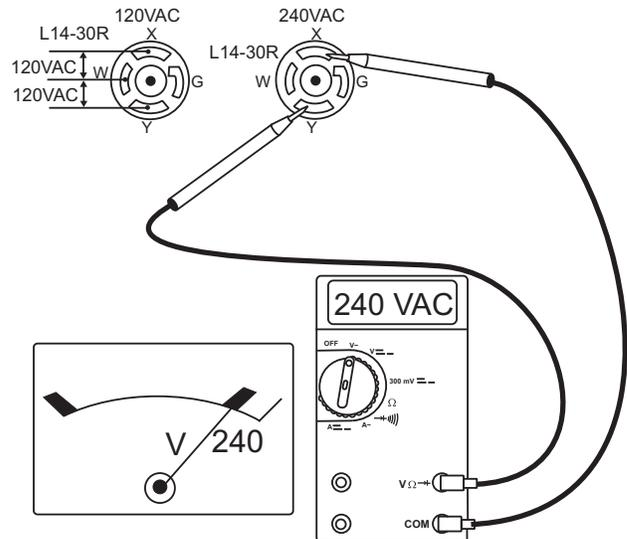

Figure 24. Prise 120/240 V L14-30R
- Lire le voltmètre sur le panneau avant de la génératrice (Figure 24) et vérifier que 240 Vca s'affiche. Avec un voltmètre externe, comme cela est illustré à la Figure 24, vérifier qu'il y a du 240 Vca au niveau de la prise à verrouillage par rotation 120/240V L14-30R.